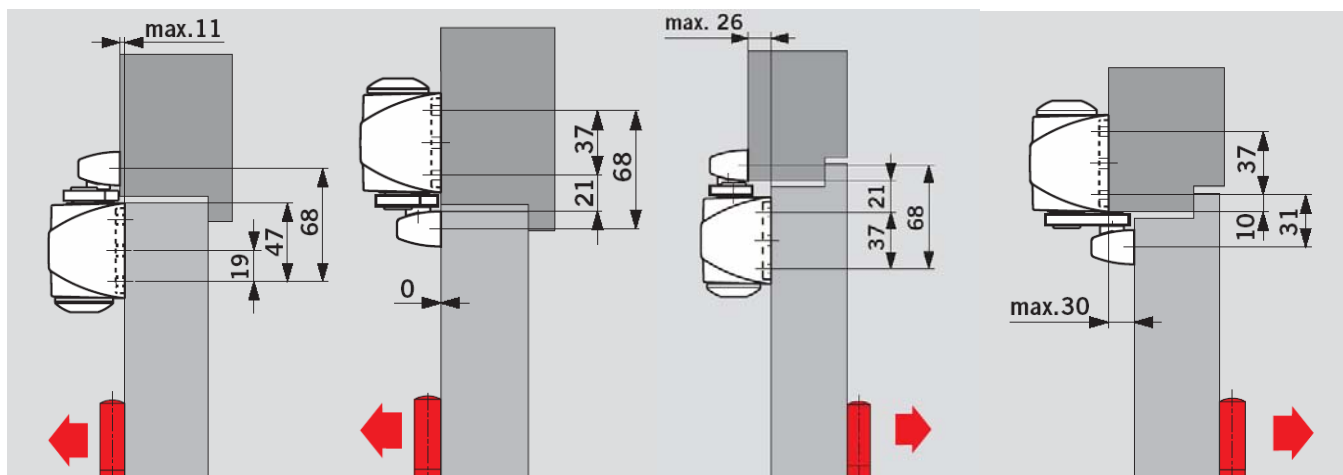

Рис. 4
- Взаимное расположение поверхностей дверной коробки и дверного полотна должно находиться в пределах указанных на рис. 4.